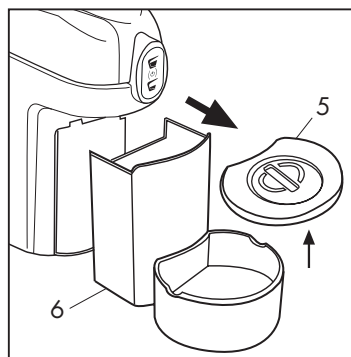
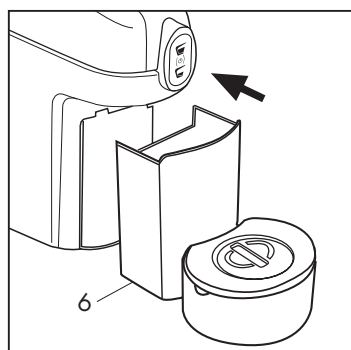

Fig. 10
Fig. 11
Per eseguire questa operazione estrarre la vaschetta (6) rimuovere la griglia raccogli gocce (5) (Fig. 10) Svuotare il contenitore, lavare e asciugare i componenti quindi rimontare la vaschetta (6) ed inserirla nella propria sede (Fig. 11)